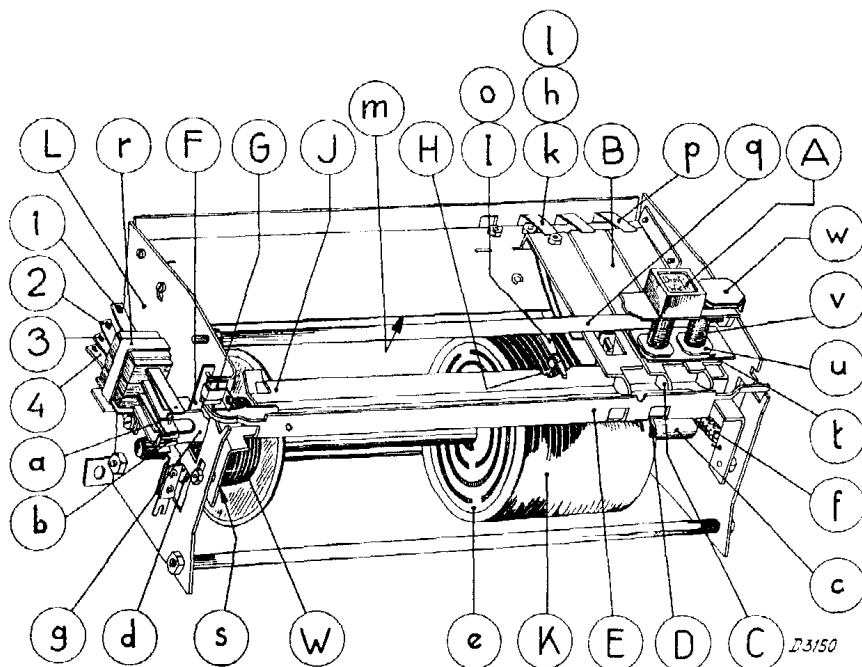

Fig. 11
En appuyant sur le bouton A (fig. 11) la touche dure B est enfoncée et arrêtée car le nez rond C tombe dans l'ouverture carrée D de l'étrier E. Cet étrier est d'abord poussé vers l'avant par C pour retomber sur C. Le fait d'enfoncer le bouton dur provoque la compression du ressort monté sous celui-ci, par l'intermédiaire du doigt I, l'importance de cette compression étant déterminée par la limite d'enfoncement de la pointe d'arrêt H du doigt I dans la rainure du disque sélecteur. L'étrier J avec les cames a et b, qui y sont reliées est enfoncé d'une façon analogue par l'étrier I qui porte la pointe H, de ce fait, soit le ressort 3, soit le ressort 4 forme contact avec la came b (voir également sur les feuillets marqués A et sur le schéma de principe). En raison de la rotation du moteur le pignon M (fig.
12) va vers la gauche, (voir la flèche). Ce déplacement provoque le court-circuitage du groupe de ressorts N et le couplage entre M et O. Le pignon R, monté sur l'arbre avec disque O entraîne la roue d'engrenage Q. Par l'intermédiaire du ressort S, il existe un couplage par pression entre Q et l'arbre R, qui provoque la rotation de l'arbre principal des disques sélecteurs et également celle du condensateur variable par l'intermédiaire des engrenages U et V. Si la petite pointe d'arrêt H (fig. 11) vient à se loger dans un trou des disques sélecteurs, ceux-ci sont alors immobilisés. Ces disques et leur arbre sont directement couplés à l'arbre principal, par l'intermédiaire d'un accouplement par pression, (ressort W), donc également au condensateur.
2. Enlever le petit chapeau du groupe de ressorts r (fig. 11) (un petit bouton).
Pour les poussoirs 1 et 14, il est possible d'ajuster la petite barrette de la touche dure **B** (voir fig. 11) en la tordant.